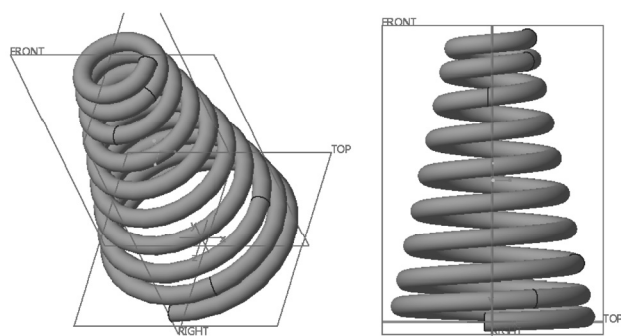

图 4-139 创建具有可变螺距值的螺旋扫描特征
(11) 上机练习：创建图 4-139 所示的具有可变螺距值的螺旋扫描特征，具体尺寸自定。